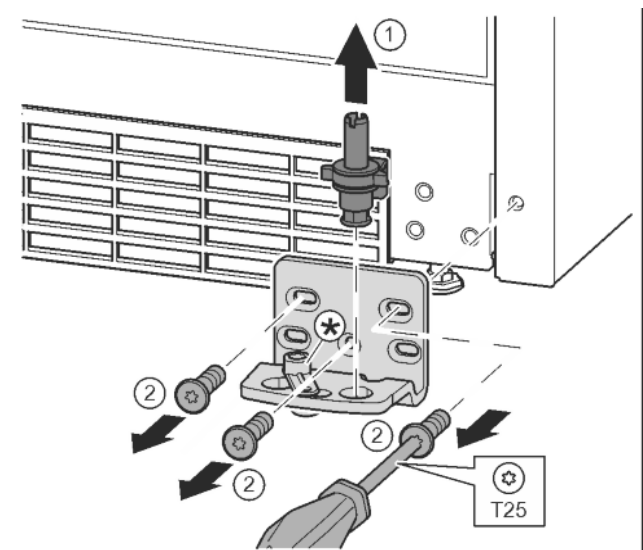

*Fig. 10*
- ▶ Развийте капака и го свалете настрани. *Fig. 10 (1)*
- ▶ Закачете капака, завъртян на 180°, от другата страна отдясно. *Fig. 10 (2)*
- ▶ Фиксирайте капака. *Fig. 10 (3)*
- ▶ С отвертка T25 поставете винта. *Fig. 10 (4)*
- ▶ Поставете горната лагерна стойка. *Fig. 10 (5)*
- ▶ Затегнете винта. *Fig. 10 (4)*
- ▶ С отвертка T25 поставете винта и го затегнете. *Fig. 10 (6)*